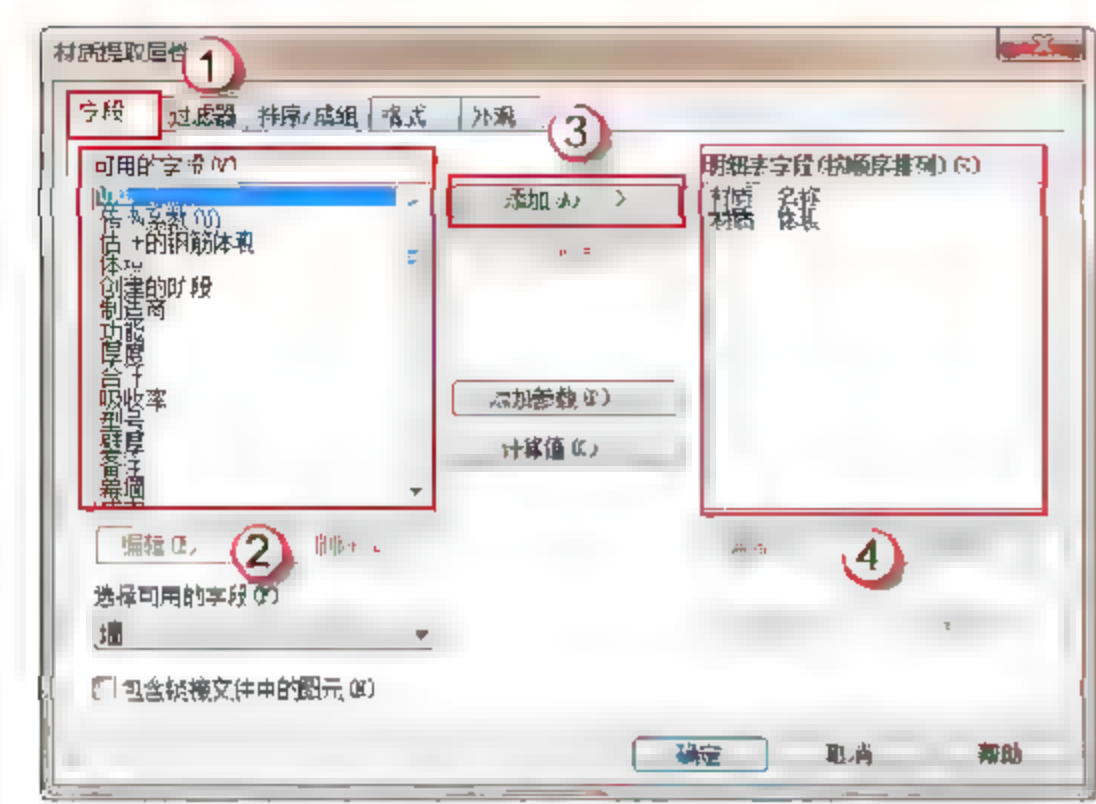

图 13.3.19 设置字段
(2) 设置明细表属性。依次添加“材质:名称”和“材质:体积”至明细表字段列表框中,如图 13.3.19